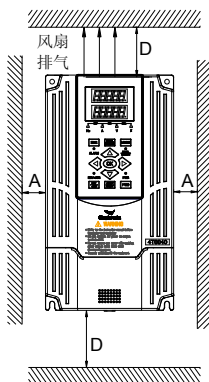

图 3-1 安装的间隔距离
单台变频器的安装间隔及距离要求如图 3-1 所示，变频器周围应留出足够空间。
- 图 3-1、3-2 中： $A \geq 50\text{mm}$ ， $D \geq 120\text{mm}$ 。